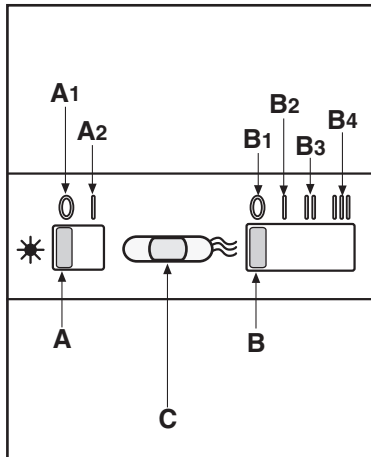

Fig.7
• **Comandi (Fig.7) slider** la simbologia è di seguito riportata: